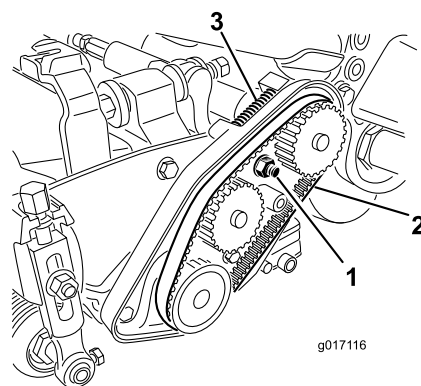

図 48
- A. ベアリングハウジング取り付けナットをゆるめる図 48。
- C. ベルトケース内部や圧縮スプリングについているごみをきれいに取り除く図 48。